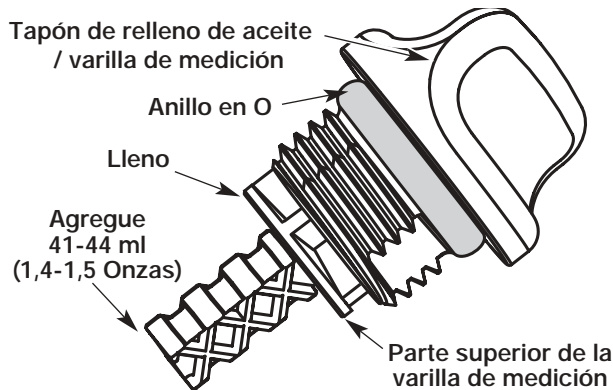

Fig. 16
5. Retire el tapón de relleno de aceite / varilla de medición e inspeccione el nivel del aceite. El aceite debe llegar hasta la parte superior de la varilla de medición (Fig. 16).